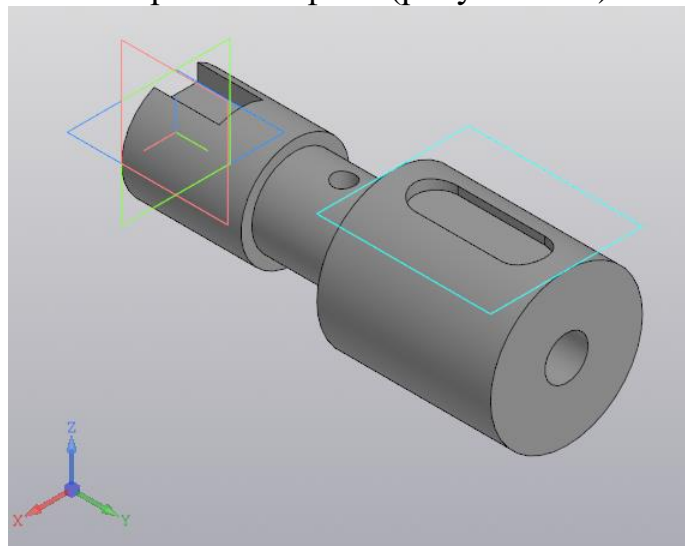

Рисунок 102.
1. По аксонометрическому изображению построить модель вала (рисунок 102).
14. Готовый вал сохраняем в файл (рисунок 102).